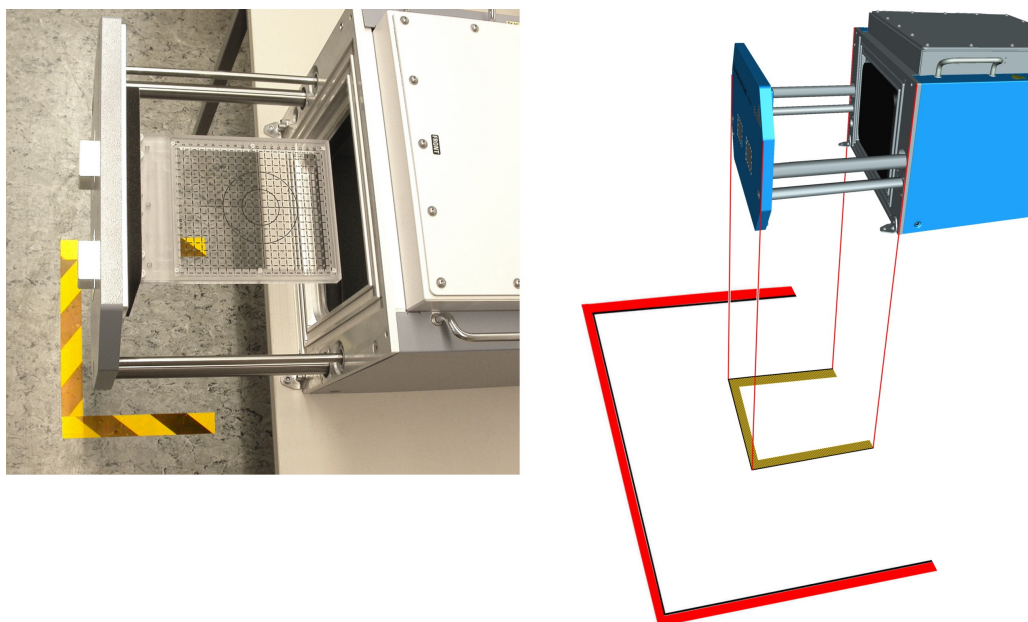

Figure 6-11 : Zones d'accès restreint marquées au sol
- L'opérateur doit pouvoir accéder facilement à l'unité de commande sans entrer dans la zone de la porte (voir Figure 6-11).
5. Marquez la zone de la porte sur le sol sous la porte ouverte de la chambre, comme illustré à la Figure 6-11.
8. Marquez la zone de travail à une distance d'1 m à l'extérieur de la *zone de la porte* au sol. Voir Figure 6-11.